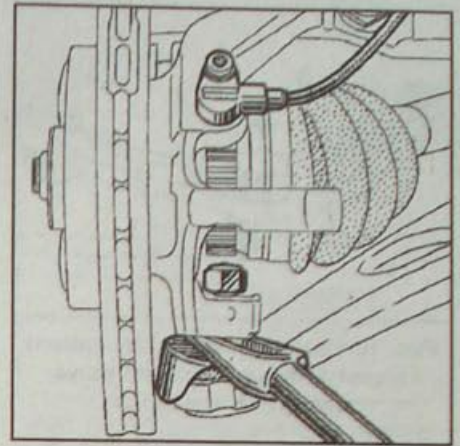

Рис. 10.8. Использование ударного съемника для выпрессовки нижнего шарового шарнира
- Максимально отпустите гайку крепления пальца нижнего шарового шарнира и ударным съемником шаровых шарниров выпрессуйте шарнир из поворотного кулака (рис. 10.8).
- Максимально отпустите гайку пальца шарового шарнира нижнего рычага и ударным съемником шаровых шарниров выпрессуйте шарнир из поворотного кулака (рис. 10.8).